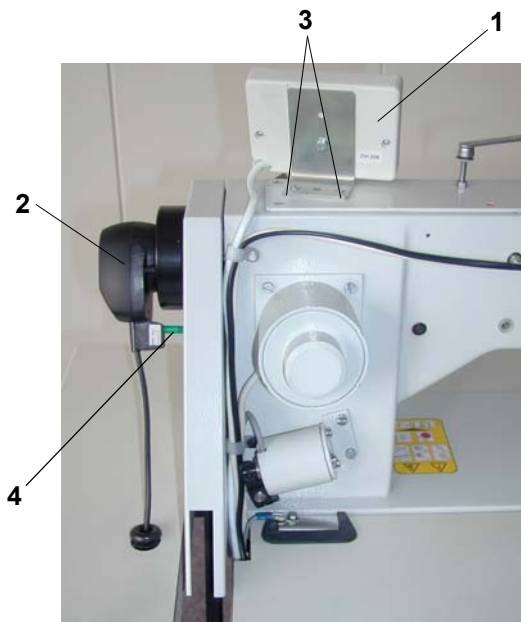

Fig. 7
6. Montage du détecteur de position et du panneau de commande du moteur stop (Fig. 7, 8)
(Fig. 7, 8)